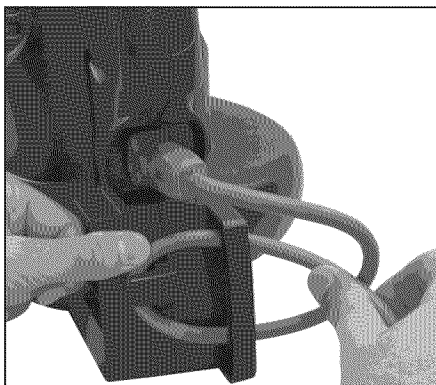

Figura 5 - Hale el lazo del cordón de extensión apretándolo alrededor del enganche moldeado para el cordón
3. Pull the loop tight around the molded cord hitch (vea la Figura 5, vea en la página 19).